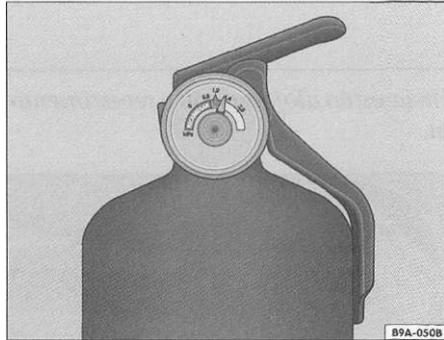

Fig. 109 Manômetro: indicador de carga
- Manômetro - o ponteiro deverá estar na faixa verde (carregado) => fig. 109.